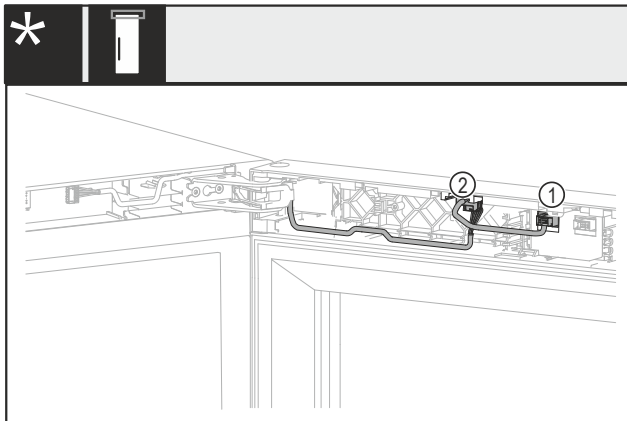

Fig. 18 Sans verrou ou verrou mécanique*
- Retirer le connecteur Fig. 18 (1)*
- Retirer le connecteur Fig. 18 (2)*